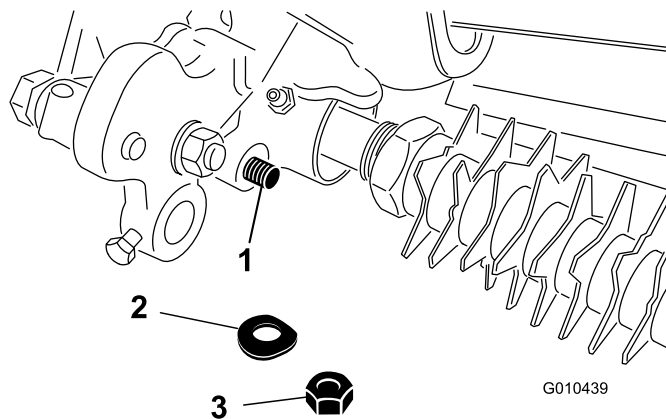

Рисунок 29
4. Снимите контргайку и пружинную шайбу, которые крепят конец стержня узла рычага высоты скашивания к узлу привода механической щетки (Рисунок 29).